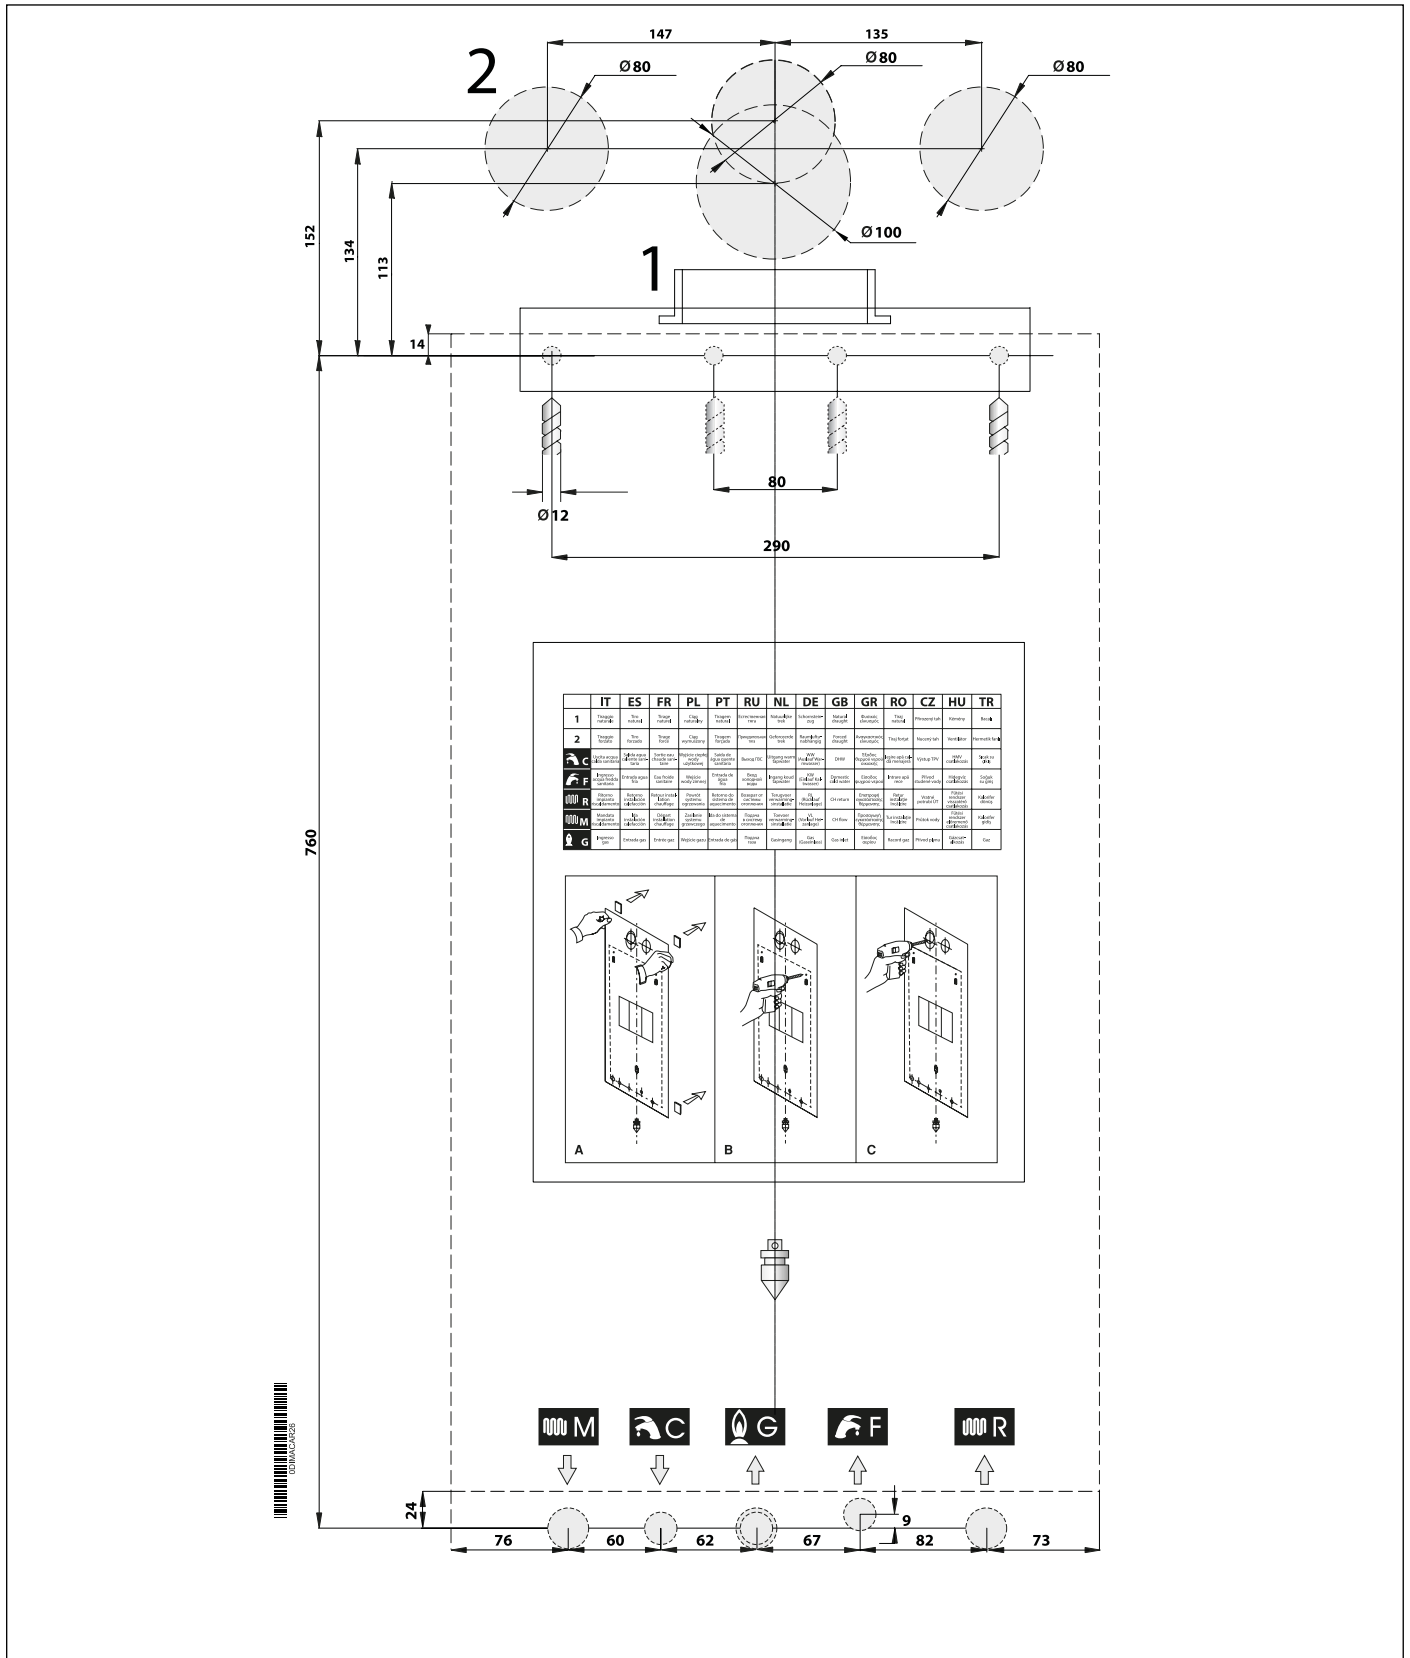

Рис. 15 Шаблон из картона
- » монтажный бумажный шаблон для настенного котла (смотри Рис. 15 Шаблон из картона).
Каждый котел снабжен специальным шаблоном из картона (смотри Рис. 15 Шаблон из картона).